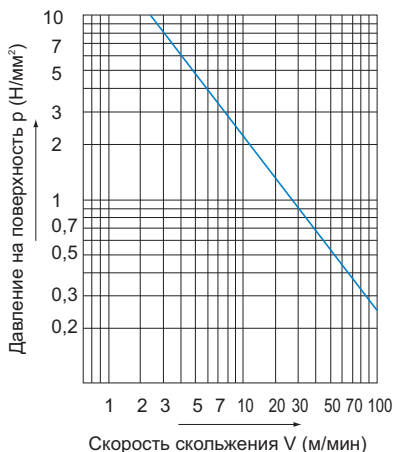

Рис.1 Значение pV
В подшипнике скольжения, величину pV , являющуюся производным давления на контактную поверхность (p) и скорости скольжения (V), применяют для определения того, возможно ли использование данной модели. Используйте соответствующее значение pV , указанное на Рис.1, как ориентир при выборе пары винт-гайка. Значение pV также изменяется в зависимости от условий смазывания.